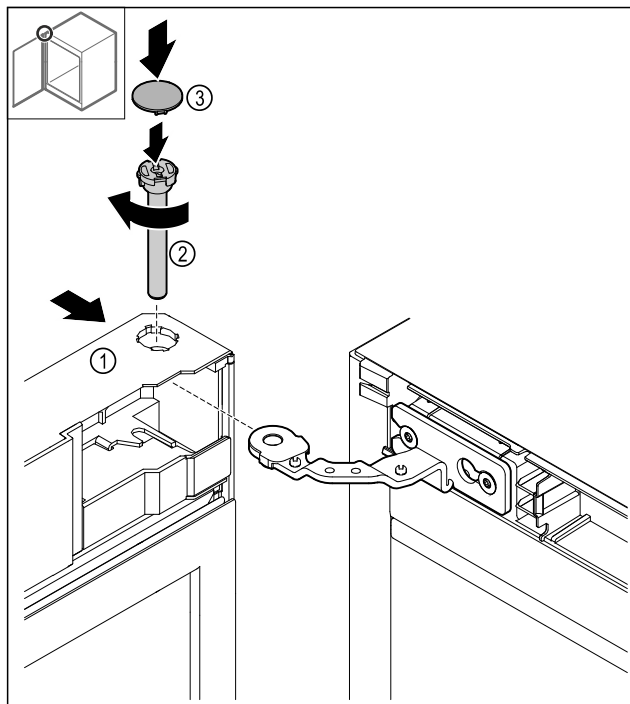

Fig. 43
- ▶ Skyv døren Fig. 43 (1) oppe på hengselen.
- ▶ Sett inn bolten Fig. 43 (2) og skru den fast med urviseren.
- ▶ Sett på dekselet Fig. 43 (4).